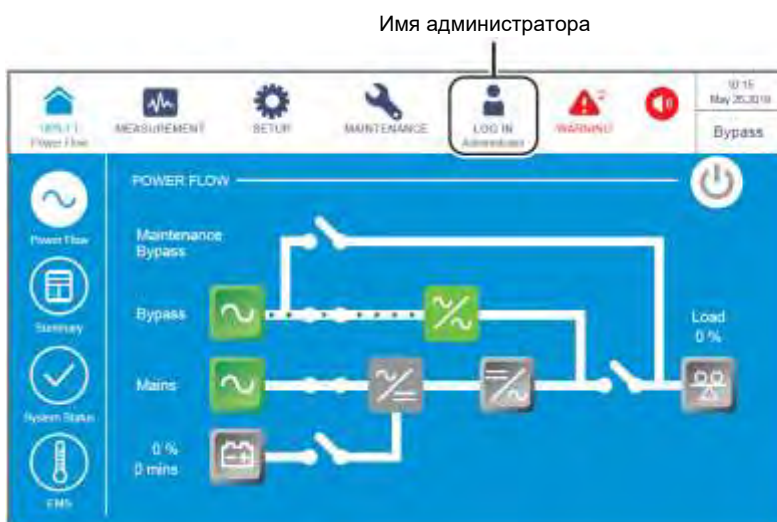

Рисунок 6-70: Экран байпасного режима и имя администратора
- 4) Войдите в систему как **Администратор**. Для получения пароля **Администратора** свяжитесь с обслуживающим персоналом. После входа в систему убедитесь, что вход произошел под именем **Администратора** (см. **Рисунок 6-70**).